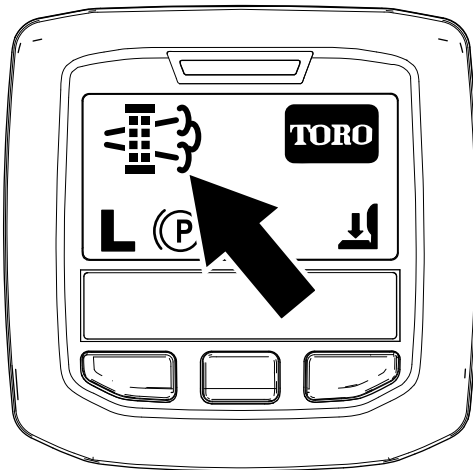

Figura 35
- Quando o computador do motor pede uma regeneração em estacionamento ou uma regeneração de recuperação, o ícone de pedido de regeneração (Figura 35) surge no InfoCenter.